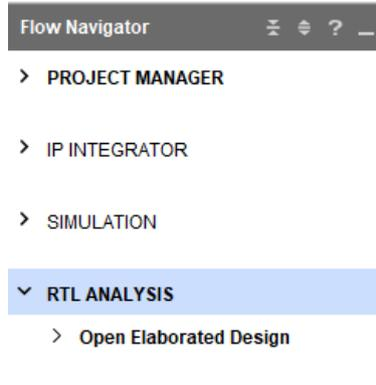
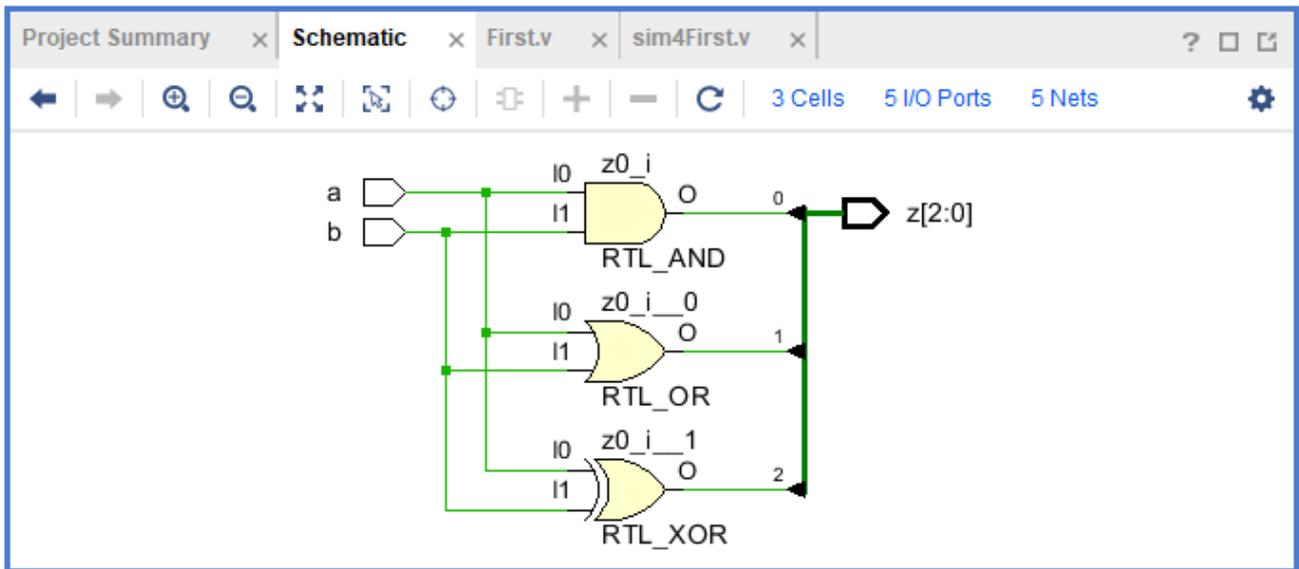

图 1.11
图 1.12
A) 点击左边 Flow Navigator 中，PROJECT MANAGER 中 Add Sources，（或者点击 Source 窗口中“Add Sources”按钮或快捷键 Alt+A），在图 1.8(a)对话框中选中 design sources 类型后点击 next，在图 1.8(b)对话框中点击 create 按钮，在图 1.9 对话框中设定文件名后，图 1.8(b)对话框会自动变成图 1.10 所示，点击 Finish 后会自动出现图 1.11 示意的引脚配置，本实验先做原理仿真，可以直接点击 OK 并确认跳过。操作区的源码列表自动 update 后如图 1.12。